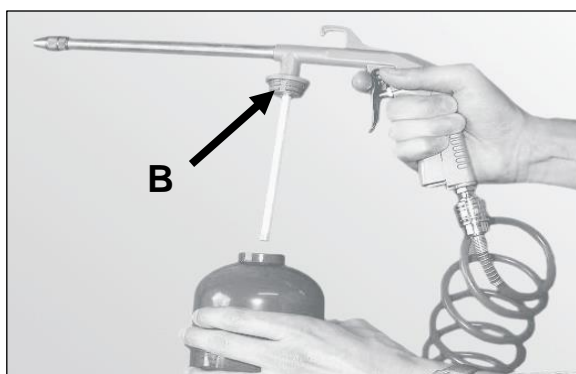

Рис. 17.
3. Открутите стакан **A** от корпуса пистолета **B** (рис. 17). Заполните его нужным веществом и снова прикрутите стакан к корпусу пистолета **B**.